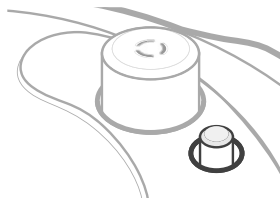

Figura 1.7
- La válvula de flotador hacia arriba significa que hay presión en el interior. [Figura 1.7]